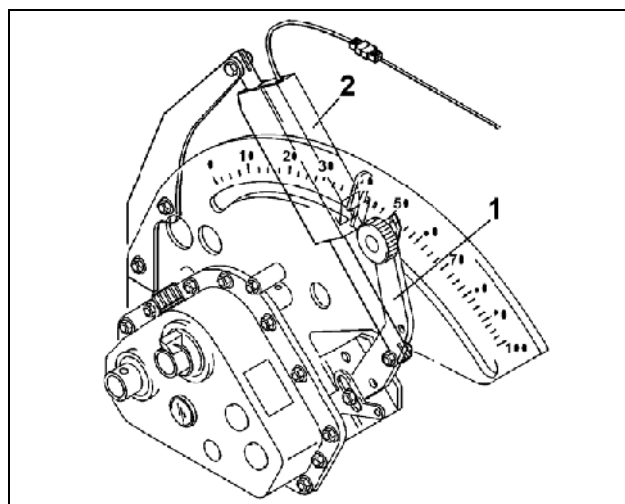

Fig. 78
- Fjernbetjening av såmengdeinnstilling: Med girstillespaken (Fig. 78/1) blir turtallet til såhjulene og dermed såmengden stilt inn trinnløst. For innstilling av såmengden blir forstillingsmotoren (Fig. 78/2), som betjener girstillespaken, styrt via **AMATRON 3**. Den innstilte såmengden og skalaverdien kan leses av i **AMATRON 3**-displayet.